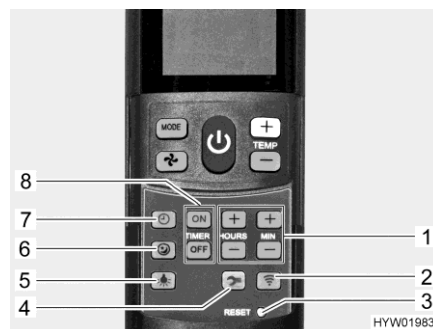

Fig. 134 Telecomando con tasti di impostazione (impianto di climatizzazione)
- Premere il tasto funzionamento silenzioso (Fig. 134,6). Durante il raffreddamento la ventola funzionerà ad un numero di giri inferiore, pertanto risulterà meno rumorosa.
- Premere il tasto ora (Fig. 134,7).
- Impostare le ore e i minuti con i tasti (Fig. 134,1).
- Premere il tasto "ON" (Fig. 134,8).
- Premere i tasti per l'impostazione degli orari (Fig. 134,1) fino a che non è stato raggiunto l'intervallo orario desiderato per l'accensione.
- Premere il tasto "OFF" (Fig. 134,8).
- Premere i tasti per l'impostazione degli orari (Fig. 134,1) fino a che non è stato raggiunto l'intervallo orario desiderato per lo spegnimento.
- Premere di nuovo il tasto "ON" o il tasto "OFF" (Fig. 134,8).
- Premere il tasto luce (Fig. 134,5). La luce viene accesa all'ultimo livello di regolazione impostato.
- Premere e tenere premuto il tasto luce (Fig. 134,5), finché non si raggiunge la luminosità desiderata.
- Premere il tasto luce (Fig. 134,5).
- ▷ Il tasto Setup (Fig. 134,4) permette di collegare il telecomando all'impianto di climatizzazione al momento della prima messa in funzione.